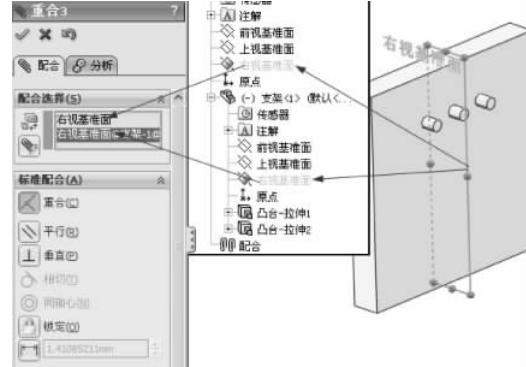

图 3-76 右视基准面重合
(6) 继续进行配合约束,在【标准配合】选项组下选择【重合】配合类型 ,在【配合选择】选择框中选择如图 3-76 所示的装配体环境下的右视基准面和支架零件的右视基准面,